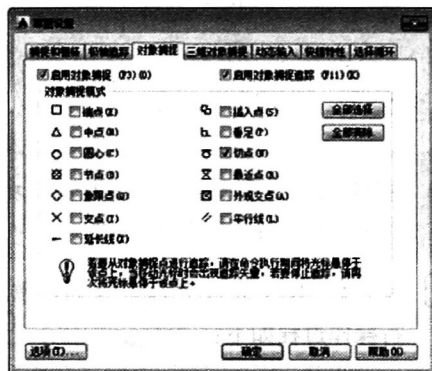

图 1-11 设置对象捕捉模式
- 03** 在系统弹出的【草图设置】对话框中, 勾选【启用对象捕捉】复选框, 同时捕捉模式设置为【切点】捕捉, 如图 1-11 所示。